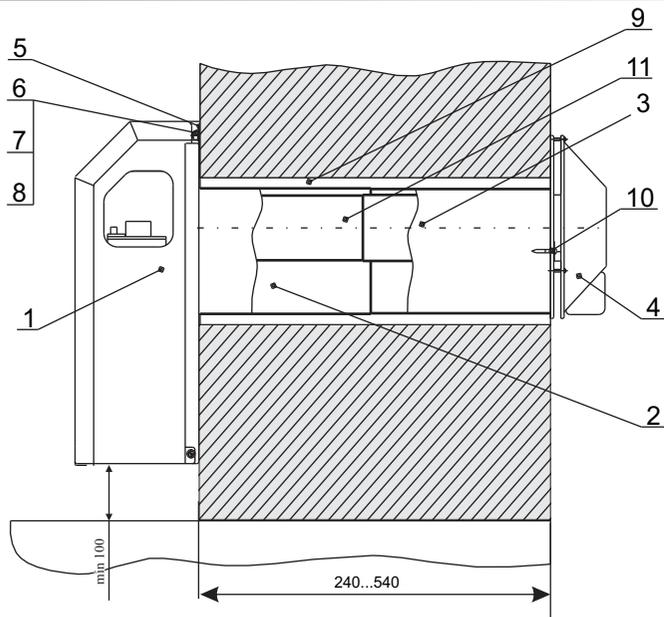

Рис. 2. Установка конвектора
6.3.1. В наружной стене здания согласно рис.2 пробить горизонтальный канал диаметром 230 мм. С целью обеспечения возможности обслуживания дымовоздушного блока в процессе эксплуатации конвектора, рекомендуется разместить канал в непосредственной близости от окна, но с учетом действующих ограничений (см. табл. 3). При этом необходимо учитывать, что для обеспечения установки и снятия конвектора, а также для снятия и установки газогорелочного устройства перед фронтом конвектора на расстоянии **не менее 580 мм от стены и на расстоянии не менее 750 мм от оси канала** в направлении автоматики безопасности не должно быть никаких строительных элементов или стационарно установленного оборудования.
6.3.2. Установить патрубок воздуховода 2 (рис. 2) на оси канала горизонтально так, чтобы торец выступал над внутренней плоскостью стены на 25 мм и зафиксировать патрубок деревянными клиньями, во избежание его деформации.
6.3.3. Установить газоход наружный 4 (рис.2) заподлицо с внешней плоскостью стены горизонтально по оси канала, совместив при этом вставку 3 и воздуховод 2. (разрывы в соединениях не допускаются), и зафиксировать деревянными клиньями.
6.3.6. Зафиксировать на стене шпильки крепления конвектора (рис.2).
6.3.8. Установить конвектор проушинами 5 (рис.2) на шпильки крепления 6 (рис.2), соединив при этом патрубок дымохода с фиксированным патрубком газохода наружного. Патрубок воздуховода 2 (рис.2) разместить в кольцевом пазе конвектора на прокладку (базальтовый шнур).